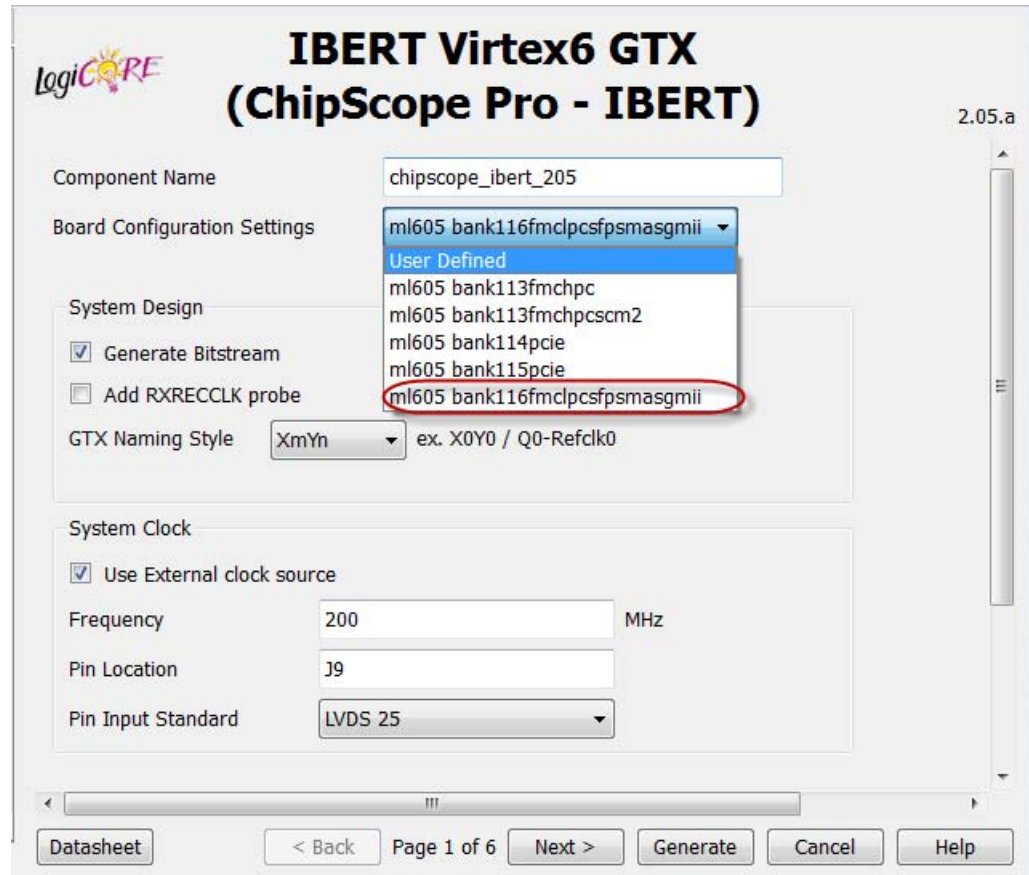

図 4 : [Board Configuration Settings] ダイアログ ボックス
5. コアのボード コンフィギュレーションを設定するダイアログ ボックス (図 4) の [Board Configuration Settings] ドロップダウン メニューから [ml605 bank116fmc1pcsfpsmasgmii] を選択します。
**メモ :** 図 4 に示すようなドロップダウン リストが表示されない場合は、前述の 2 番で別のデバイスを選択してしまっている可能性があります。